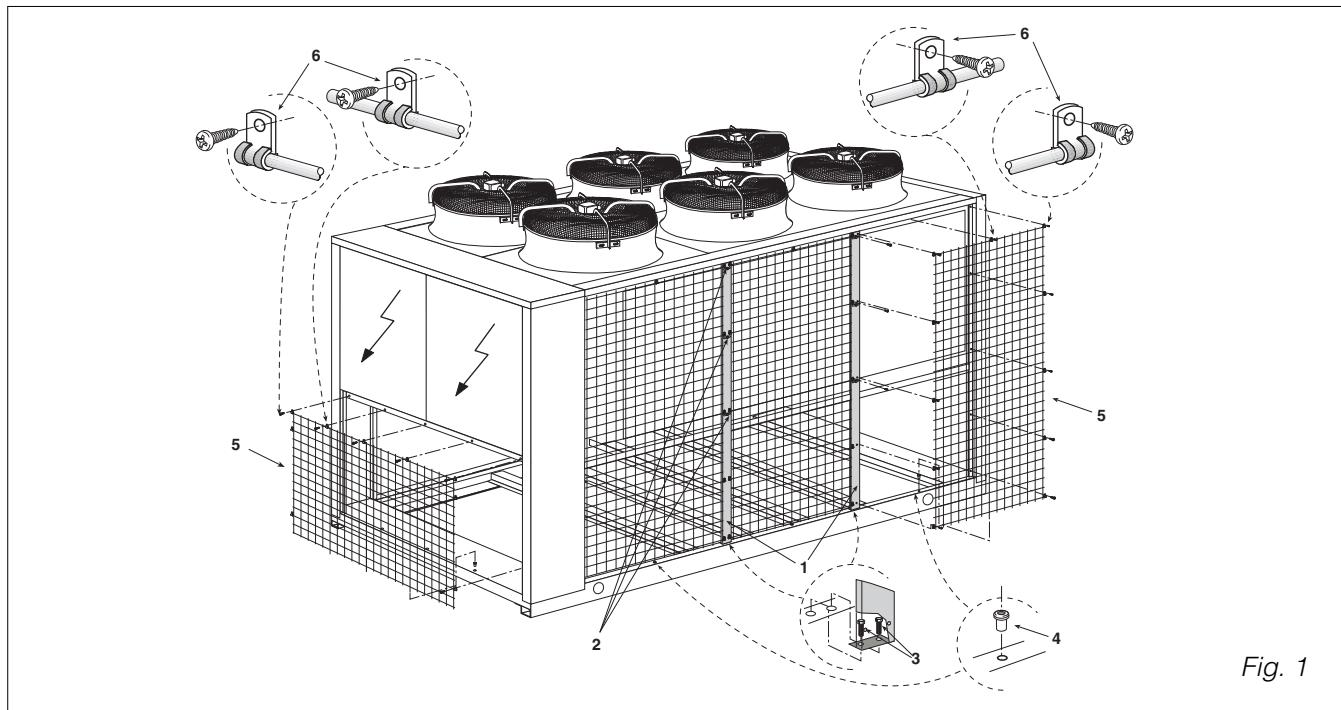

Fig. 1
- fissare i 4 traversi di supporto in lamiera (1 fig. 1), 2 lato sinistro e 2 lato destro, con le viti autofilettanti (2) alla spalla della batteria e con due viti esagonali (3) ai longheroni del basamento (nel caso del mod. GP 180 i traversi di supporto sono 6, 3 per lato);
- inserire gli inserti in gomma (4 fig. 1) nei fori centrali del basamento indicati in figura 1;
- infilare il filo sporgente delle reti laterali negli inserti in gomma precedentemente inseriti e bloccare le griglie di protezione (5 fig. 1) fissandole alla struttura con le viti autofilettanti dopo aver inserito i fermagli metallici a corredo(6).
- secure the 4 sheet metal brackets (1 fig. 1), 2 on the right and 2 on the left, with the self-tapping screws (2) at the rear of the coil and with the two hex screws (3) to the base side members (in case of GP 180 model, the sheet metal brackets are 6, 3 on each side);
- fit the rubber inserts (4 fig. 1) in the central holes in the base as shown in figure 1;
- thread the protruding wire ends of the side grilles through the rubber inserts, then fix the protective grilles (5 fig. 1) to the frame by means of the self-tapping screws after having inserted the metal clips (6).
- fixer les 4 traverses de support en tôle (1 fig. 1), 2 côté gauche et 2 côté droit, à l'extrémité de la batterie avec les vis-taraud (2) et aux longerons de la base avec deux vis hexagonales (3),(pour le modèle GP 180 le traverses de support sont 6, 3 par côté);
- mettre les inserts en caoutchouc (4 fig. 1) dans les trous centraux de la base, indiqués fig. 1;
- introduire le fil dépassant des grillages latéraux dans les inserts en caoutchouc précédemment mis en place et bloquer les grilles de protection (5 fig. 1) en les fixant à la structure avec les vis-taraud après avoir inséré les languettes métalliques fournies de série (6).
- die 4 Träger (1 Abb. 1), 2 links und 2 rechts, mit den Gewindeschrauben (2) an der Schulter des Wärmetauschers und mit den zwei Sechskantschrauben (3) an den Längsträgern des Gestells befestigen (Bei Modell GP 180 sind die Träger 6, 3 ye Seite);
- die Gummieinsätze (4 Abb. 1) in die auf Abbildung 1 gezeigten mittleren Bohrungen des Gestells einstecken
- vorstehenden Draht der Seitennetze in die Gummieinsätze einführen und die Schutzgitter (5 Abb. 1) nach Anbringung der mitgelieferten Metallklammern (6) mit den Gewindeschrauben an der Struktur sichern.
- fijar los 4 travesaños de soporte de chapa (1 fig. 1), 2 en el lado izquierdo y 2 en el lado derecho, con los tornillos autorroscantes (2) al apoyo de la batería y con dos tornillos hexagonales (3) a los largueros de la base (en el caso del mod. **GP 180**, los travesaños de soporte son 6, 3 por cada lado);
- introducir los insertos de goma (4 fig. 1) en los orificios centrales de la base indicados en la figura 1;
- introducir el hilo sobresaliente de las redes laterales en los insertos de goma anteriormente introducidos y bloquear las rejillas de protección (5 fig. 1) fijándolas a la estructura con los tornillos autorroscantes después de haber insertado los cierres metálicos suministrados (6).